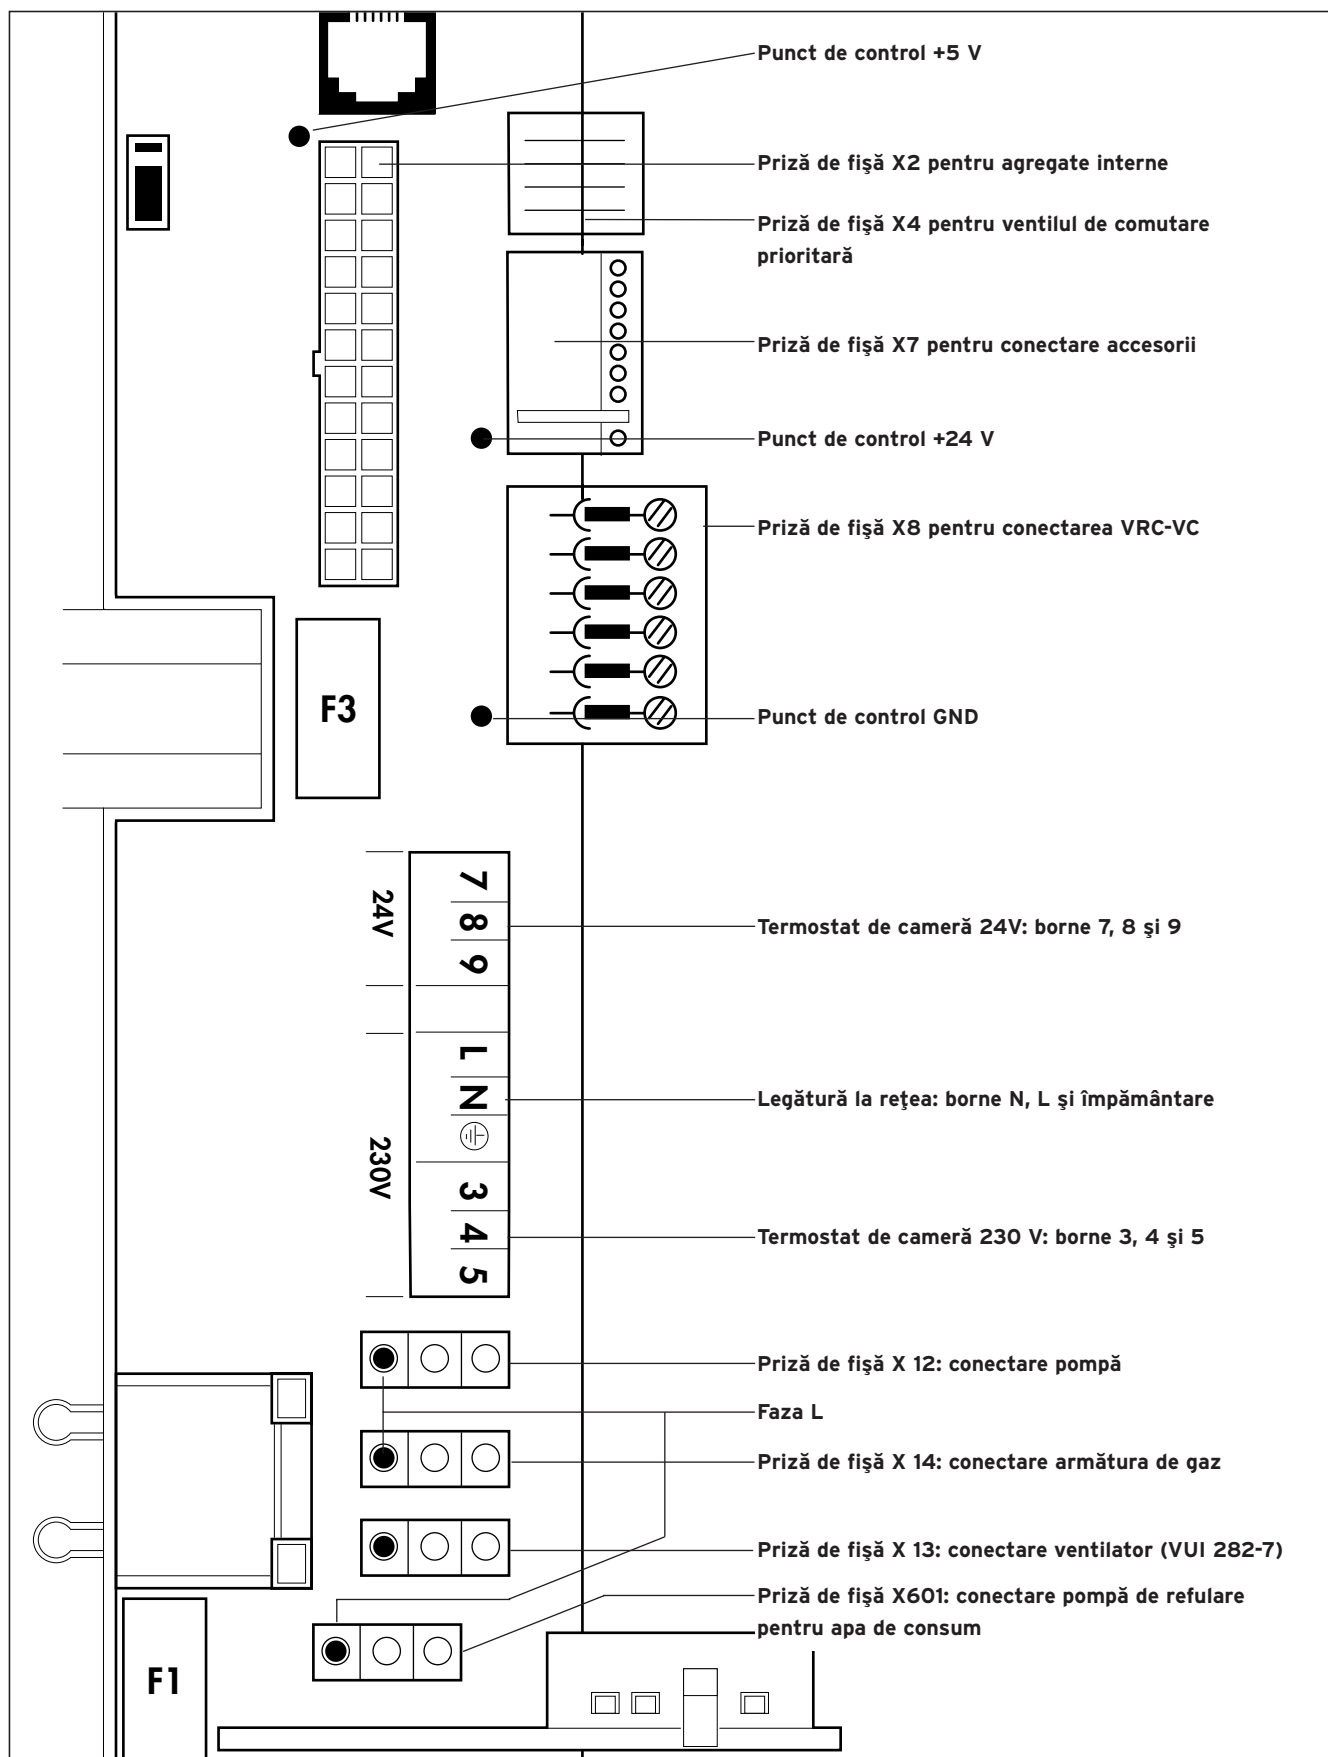

Fig. 3.15: Cablarea conexiunilor
- Legați cablurile de rețea N, L și cel de împământare la placa electronică, folosind conectoarele adecvate (vezi fig. 3.15).
- În caz de necesitate, legați în același mod accesoriile descrise în fig. 3.15.